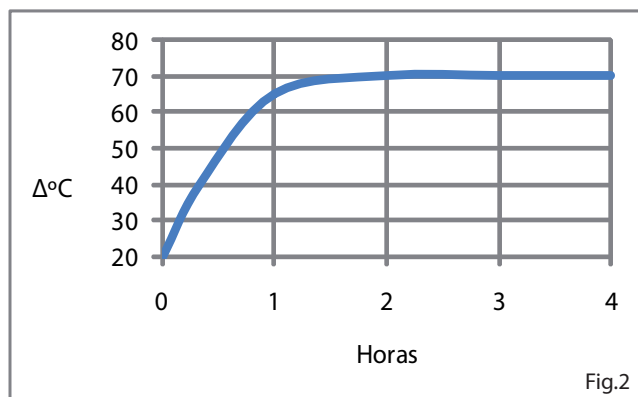

Fig.2
- * El incremento de temperatura en las partes externas no metálicas oscila entre 45°C y 60°C, sobre temperatura ambiente a plena carga (Fig.2), no obstante existen medios para reducir esta temperatura, como el baño en cuba de aceite o refrigeración mediante ventilador, aunque estos sistemas suelen emplearse para variadores de grandes potencias.